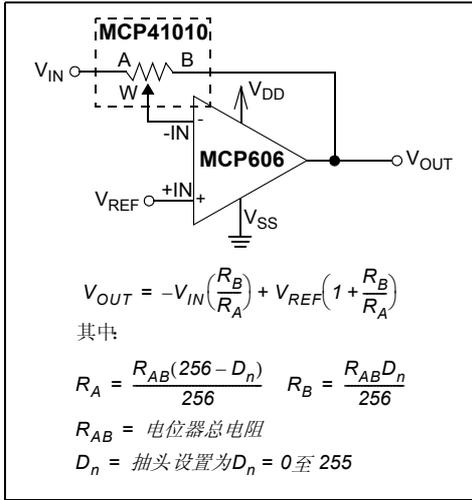
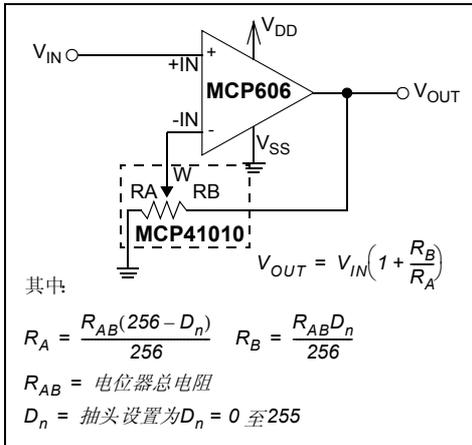

图 4-4: 使用数字电位器的单电源可编程反相增益放大器
图 4-5: 单电源可编程正相增益放大器
电位器常用于调整系统参考电压电平或增益。可通过多种方法实现使用数字电位器的可编程增益电路。图 4-4 给出了一个单电源、反相增益放大器的示例。由于放大器输入阻抗比较高，因此在传递函数中没有包含抽头电阻。单电源、非反相增益配置可以使用图 4-5 给出的电路。
为了使电路正常工作，需要注意某些事项。要进行线性运算，模拟输入和输出信号必须在电位器的  $V_{SS}$  至  $V_{DD}$  范围内，且必须在运放的输入和输出轨之间。图 4-4 中的电路要求放大器非相输入端虚拟接地或接参考输入。请参见应用笔记 AN682 “Using Single-Supply Operational Amplifiers in Embedded Systems” (DS00682) 了解更多详情。在上电或复位 (RS) 时，电阻被置为半量程，且  $R_A$  和  $R_B$  匹配。从电路传递函数可以得出增益是 -1 V/V。随着编码增加抽头向 A 端移动，增益逐渐提高。相反地，当抽头移向 B 端时，增益逐渐减少。图 4-6 显示了编码和增益的关系。注意十进制编码 128 附近的伪对数增益。随着抽头靠近任一端，增益急剧增大。因为在编码的极大或极小处  $R_A$  和  $R_B$  的不匹配度较高，抽头的微小位置变化均会对增益产生重大影响。如图 4-3 所示，建议增益在 0.1 至 10 V/V 间。